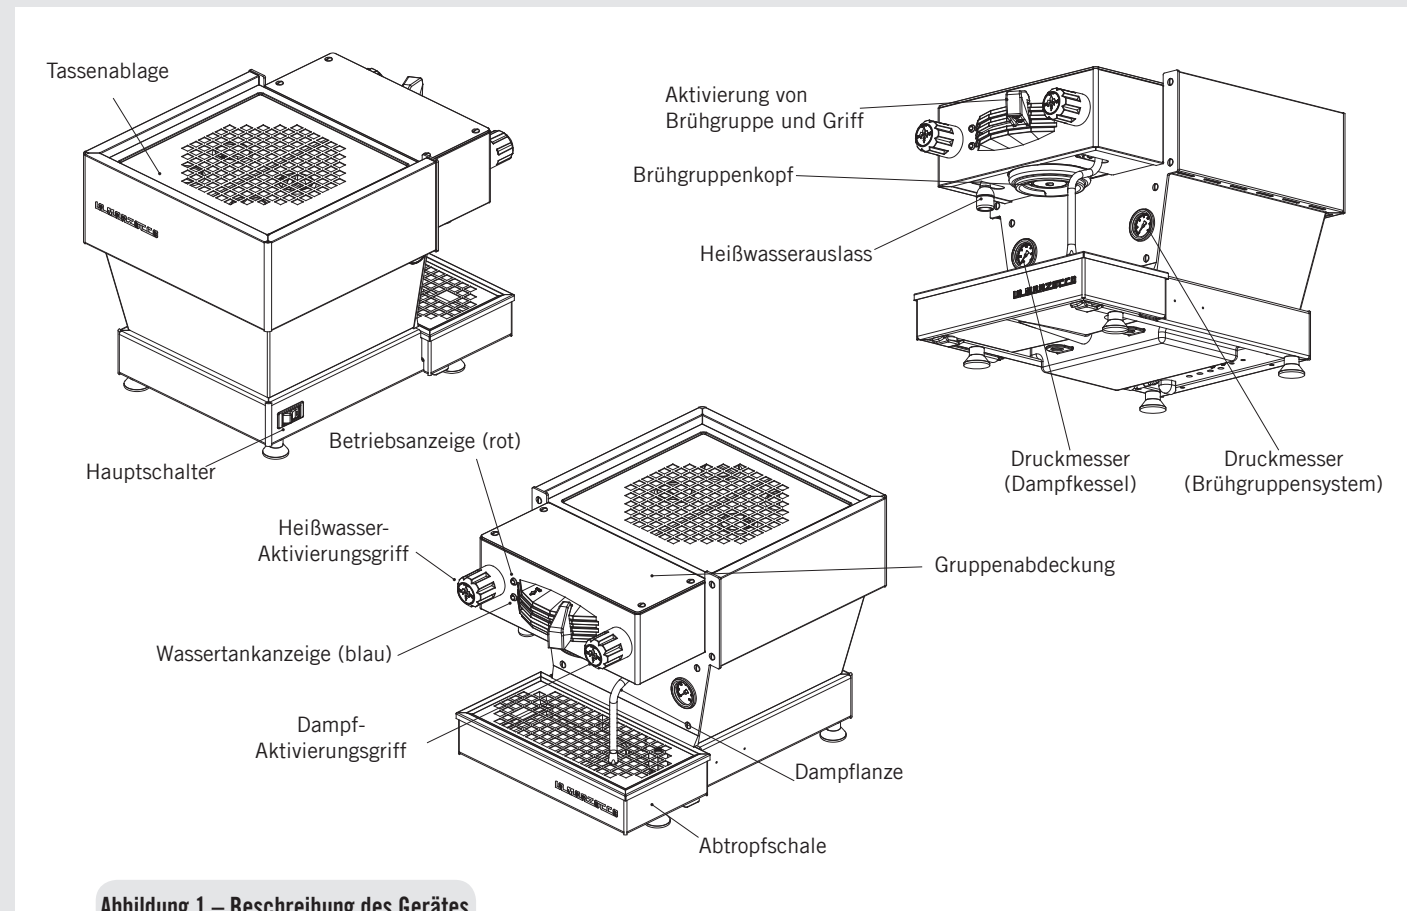

Abbildung 1 – Beschreibung des Gerätes
2. Brühen von Kaffee: Jetzt können Sie den Siebträger entfernen, um ein Kaffeegetränk zuzubereiten. Füllen Sie den Siebträger mit dem Einzel- oder Doppelsieb mit gemahlenem Kaffee. Pressen Sie den gemahlene Kaffee mit dem mitgelieferten Stopfer und setzen Sie den Siebträger in die linea mini ein. Um den Brühvorgang zu starten, bewegen Sie den Griff von rechts nach links (siehe Abb.1 Seite 8).
Sie können heißes Wasser über den Heißwasserauslass beziehen. Um heißes Wasser auszugeben, drehen Sie die linke Taste (siehe Abb.1 Seite 8).
Heißes Wasser kann aus der Heißwasserlanze links am Gerät bezogen werden. Dies wird durch Drehen des linken Knopfs erreicht (s. Seite 8, Abb.1).